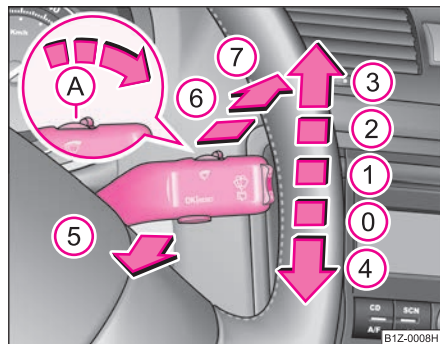

Fig. 55 Maneta de acționare a ștergătoarelor de parbriz
Maneta de acționare a ștergătoarelor ⇒ fig. 55 are următoarele poziții:
- Când ștergătoarele funcționează încet (2) sau rapid (3) ⇒ pagina 74, fig. 55 și viteza de deplasare se reduce sub 4 km/h, se va comuta pe treapta imediat inferioară. La creșterea vitezei peste 8 km/h se va relua ștergerea existentă anterior.
Pentru spălarea farurilor, după fiecare a cincea spălare a parbrizului se vor spăla și farurile; pentru aceasta farurile trebuie să fie aprinse și maneta de acționare a ștergătoarelor de parbriz trebuie să fie menținută cca. 1 secundă în poziția (5) ⇒ pagina 74, fig. 55.
- Apăsați apoi în interval de 20 secunde maneta ștergătoarelor în poziția (4) ⇒ pagina 74, fig. 55 - brațele ștergătoarelor adoptă poziția de service. ►